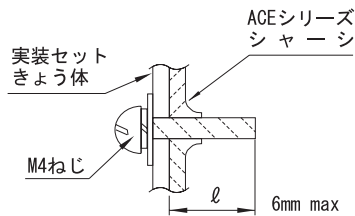

図4.5 取付ねじ
■使用するねじは、内部部品との絶縁距離を保つため、ねじ挿入長さは電源の外側から6mm maxとします（図4.5参照）。